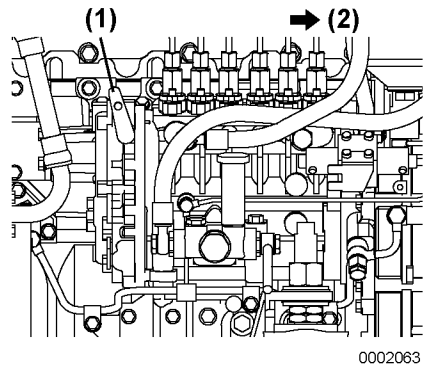

Figure 7
Si, pour une raison ou pour une autre, vous n'arrivez pas à éteindre le moteur à l'aide du commutateur d'arrêt sur le panneau, poussez le levier d'arrêt (Figure 7, (1)) vers l'avant du moteur (Figure 7, (2)) pour éteindre le moteur dans la salle des machines. **AVERTISSEMENT! RISQUE DE COUPURES**